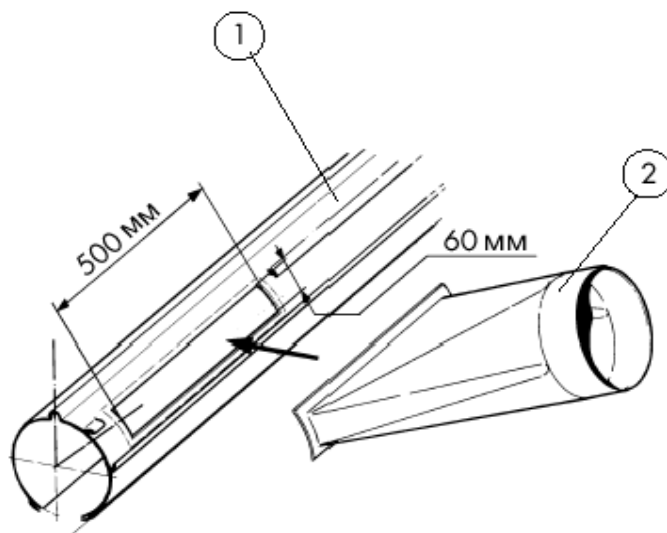

Рис. 7
Если рельс-воздуховод (1) соединяется с вентиляционной системой посредством бокового патрубка (см. рис. 7), необходимо установить их в предполагаемых местах до установки рельса-воздуховода на консоли.